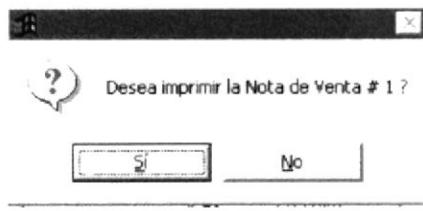

Figura 9.40 Mensaje de Imprimir Nota de Venta
8. Luego presentará el mensaje de impresión de la Nota de Venta tal como la figura 9.40